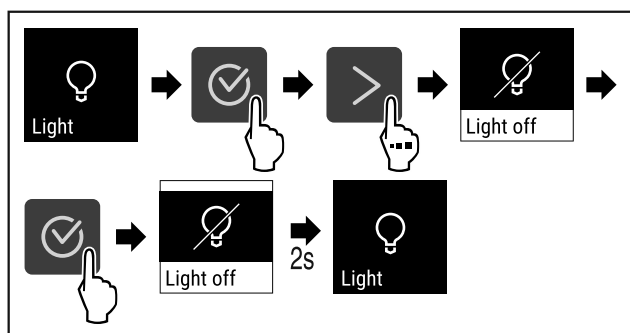

Fig. 68
- ▷ Handlungsschritte (siehe Fig. 68) durchführen.